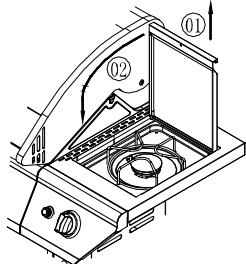

Fig.13B
- (d) Usando (2) Tornillo de cabeza segmentada (AA), coloque el estante del mechero lateral (N y D1) en el cabezal de la parrilla de la parte interior del fogón. Inserte (1) tornillo de cabeza tipo Phillips (CC) para colocar el panel frontal del estante del mechero lateral en el panel de control. Observe la Fig.13B. Ajuste totalmente los dos tornillos flojos para asegurar el estante en el fogón.